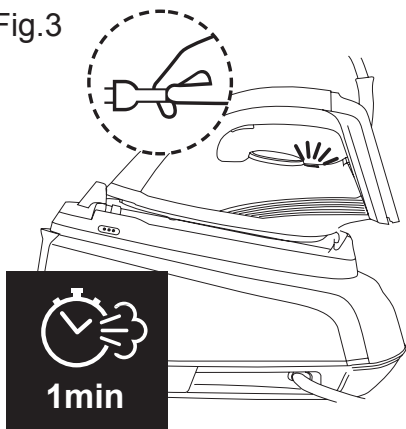

Fig.4
- Accione el control de vapor (C) y temperatura (E) hasta situarlo en la posición que corresponda a la temperatura deseada. (Fig. 4)